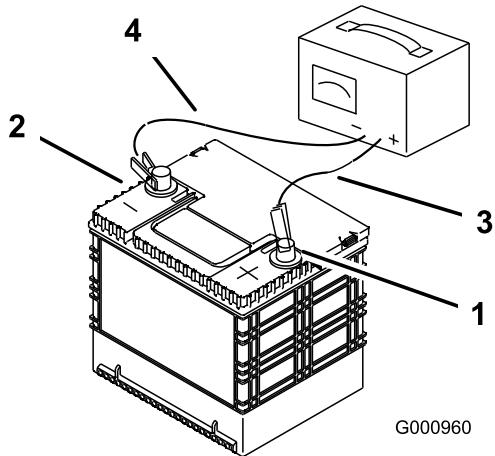

Figura 59
- Cuando la batería esté completamente cargada, desconecte el cargador de la toma de electricidad, luego desconecte los cables del cargador de los bornes de la batería (Figura 59).